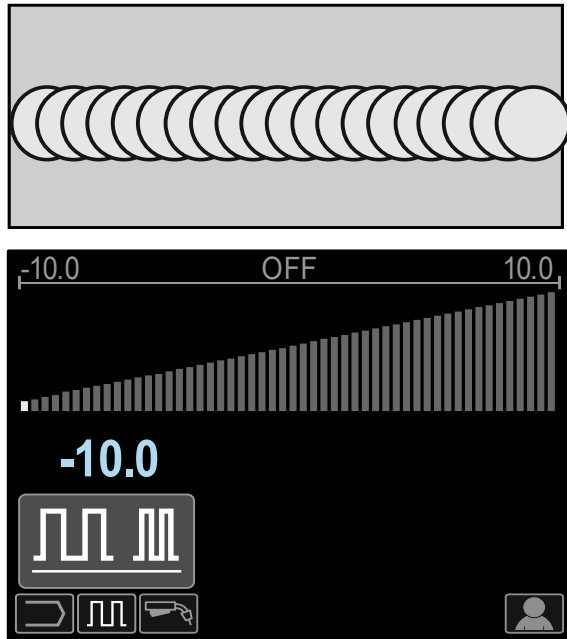

Figura 82
- Frequência inferior a 0,0 – Solda larga e espaçamento das ondulações, velocidade de deslocação lenta. A Figura 82 mostra a solda espaçada quando a frequência é "-10".